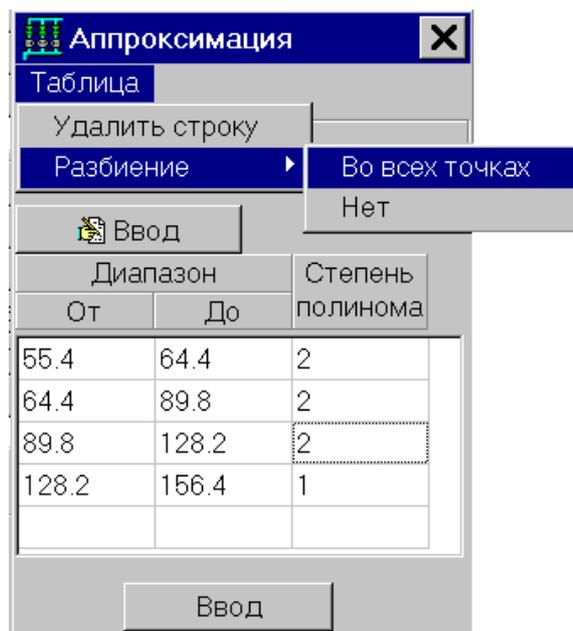

Рис. 42
- в появившемся меню (Рис. 42) выбрать **Удалить строку**.
- в появившемся меню (Рис. 42) выбрать **Разбиение**;